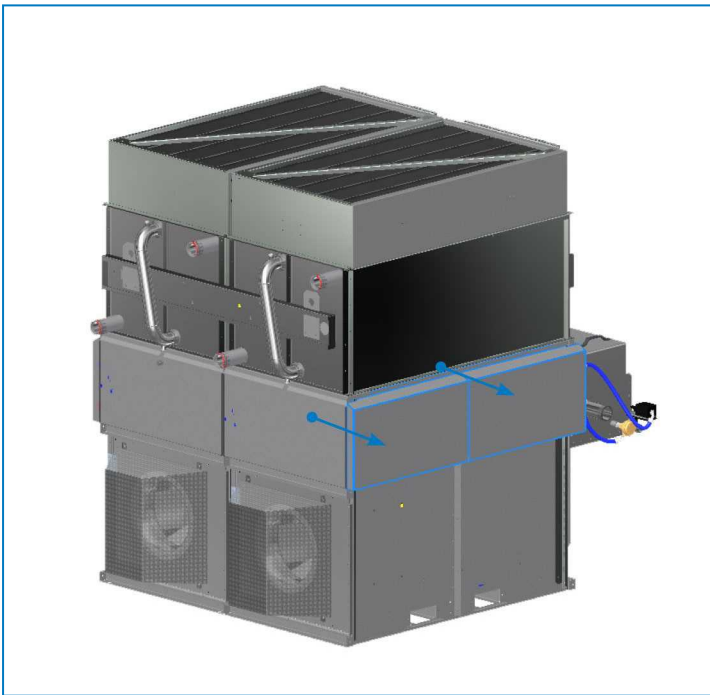

Abbildung 12 Ort der Komponentenverkabelung
2. Entfernen Sie die seitliche Abdeckplatte an der gegenüberliegenden Seite der Steuerkonsole. Suchen Sie das Komponenten-kabel (Entleerungsventil, Leitfähigkeitssensor oder Frischwasserventil) unter der Abdeckplatte. Siehe Abbildung 12.
2. Suchen Sie den Leitfähigkeitssensor und die Kabel der Entleerungsventilkomponente an der Seite des Geräts gegenüber der Steuerkonsole. Ziehen Sie das Kabel rund um die Ecken zur Rückseite (gegenüber der Beckenseite) und befestigen Sie die Halter mit Kabelbindern (von BAC geliefert). Ziehen Sie das Kabel durch die erste Kerbe von oben und befestigen Sie das Kabel mit Kabelklemmen am Loch. Siehe Abbildung 12 und 15.